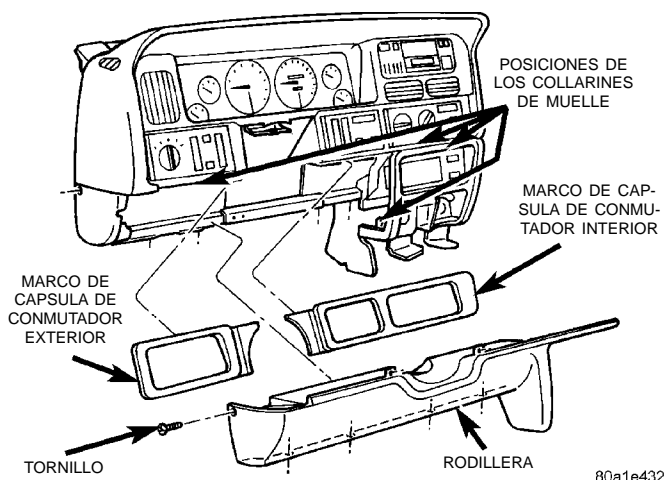

Fig. 4 Desmontaje/instalación de la rodillera
(1) Desconecte y aisle el cable negativo de la batería.
(2) Retire ambos marcos de cápsula de conmutadores tal como se describe en este grupo.
(3) Retire un tornillo de cada lado de la columna de dirección, estos tornillos sujetan el borde superior de la rodillera/tapa de la columna de dirección al panel de instrumentos (Fig. 4).
(4) Retire un tornillo que asegura el extremo izquierdo de la rodillera al tablero de instrumentos.
(5) Retire los cuatro tornillos que aseguran el borde inferior de la rodillera al refuerzo del tablero de instrumentos inferior.
(6) Con una varilla de tapicería u otra herramienta de hoja ancha y plana apropiada, haga palanca suavemente en los bordes de la rodillera para separarla del tablero de instrumentos en las posiciones que se muestran (Fig. 4).